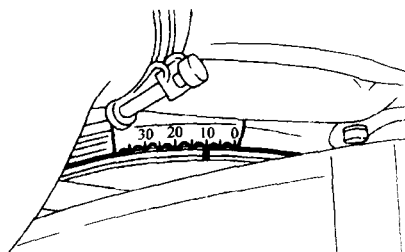

图 1-13 3.0L (VG30DETT 及 VG30DE)
1) 找出曲轴带轮及发动机前部的正时标记,其位置如图 1-13 所示: